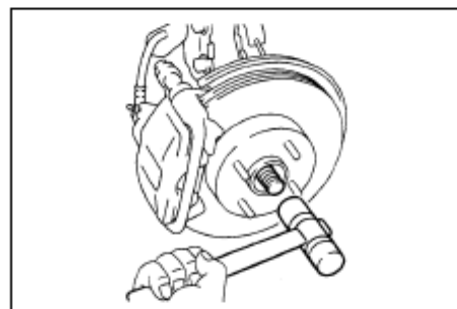

Рис. 25
19. Отсоедините передние приводные валы. (см. Рис. 25)
20. Опасность повреждения: выбивайте передний приводной вал из ступицы только с помощью пластикового молотка(рис. 25)